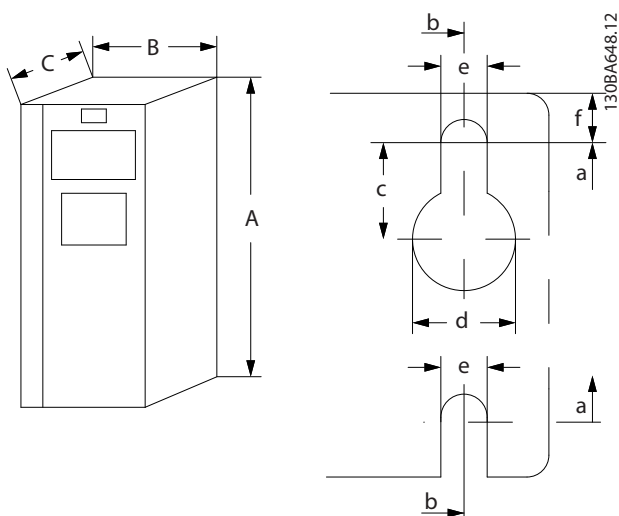
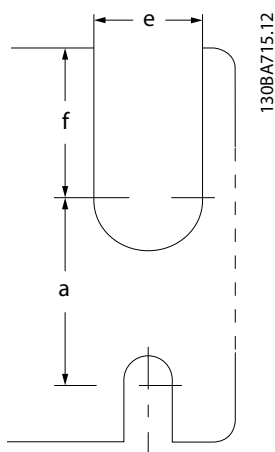

图 7.2 顶部和底部安装孔 (请参阅章 7.9 额定功率, 重量和尺寸)
图 7.3 顶部和底部安装孔 (B4、C3、和 C4)
1) 请参阅图 7.2 和图 7.3 了解顶部和底部安装孔。